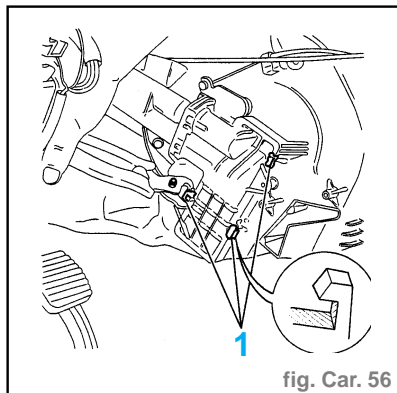

fig. Car. 56
- A l'aide d'une pince, couper les pattes (1) de fixation (fig. Car. 56).